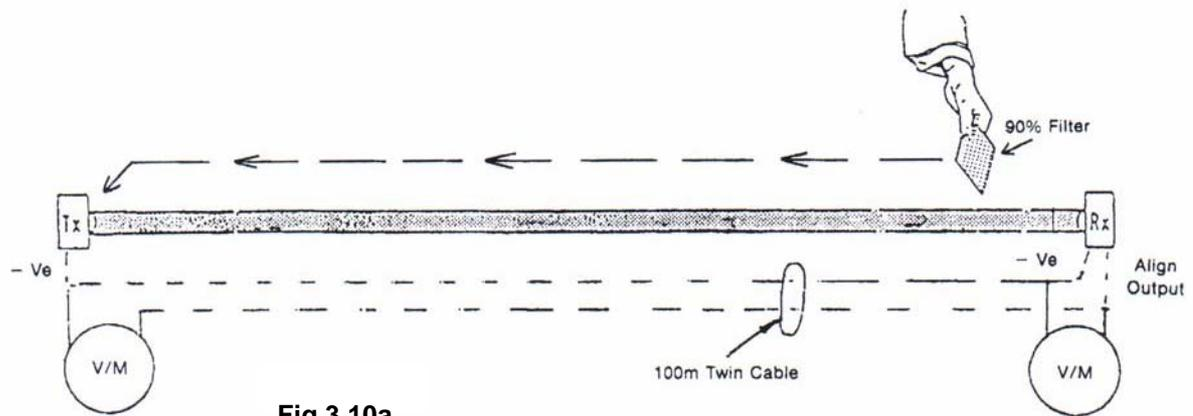

Fig 3.10a
**Allineamento** Per ottenere un allineamento accurato regolare individualmente ciascun modulo ottico TX e RX a zona per ottenere il valore massimo di tensione in uscita per l'allineamento con filtro attenuatore del 90% posizionato di fronte alla lente. (Fig 3.10a).